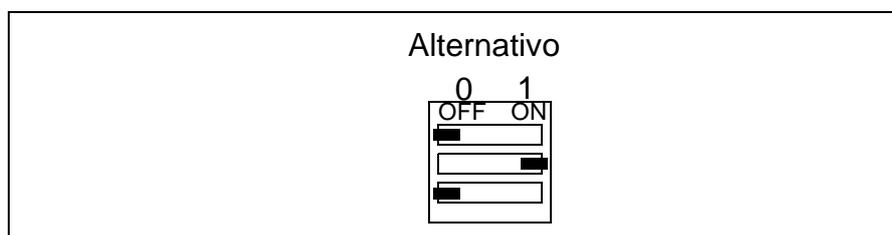

Figura 4-5 Seletor S1 para seleção do modo Alternativo.
- Alternativo, veja Figura 4-5, Tabela 4-9 a Tabela 4-11
- Alternativo 2, veja Figura 4-5, Tabela 4-12 a Tabela 4-13